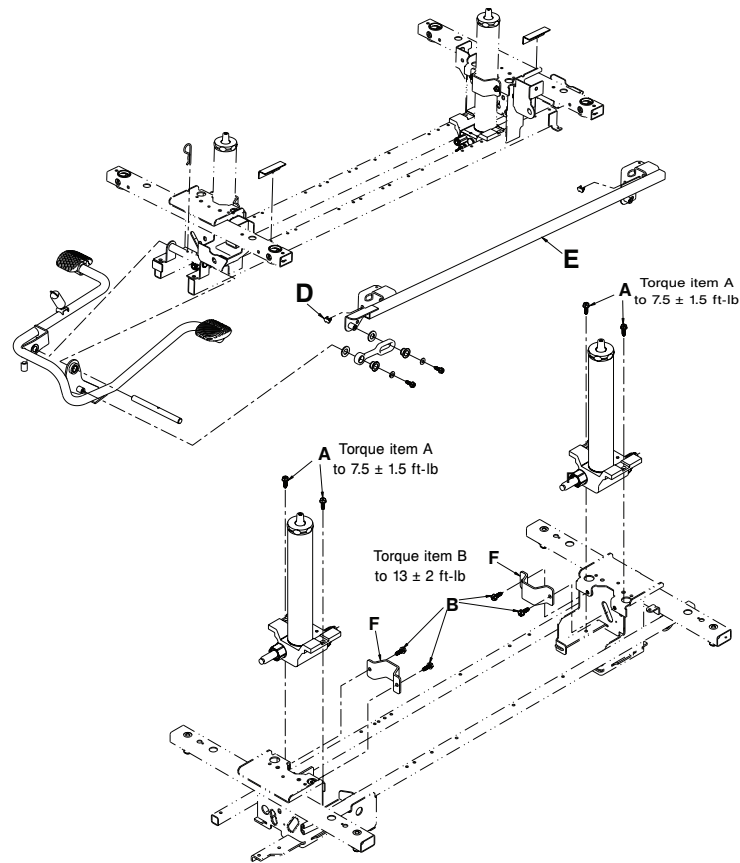

Figure 11 – Remplacer le vérin
5. À l'aide d'une douille de 1/2 po avec une extension de clé de 3/8 po et une clé à cliquet de 3/8 po, retirer les deux vis à tête hexagonale à embase (B) qui fixent le vérin du côté tête et la pince du réservoir (F) au châssis de la base (Figure 11). Retirer la pince du réservoir. Conserver les vis à tête hexagonale à embase.